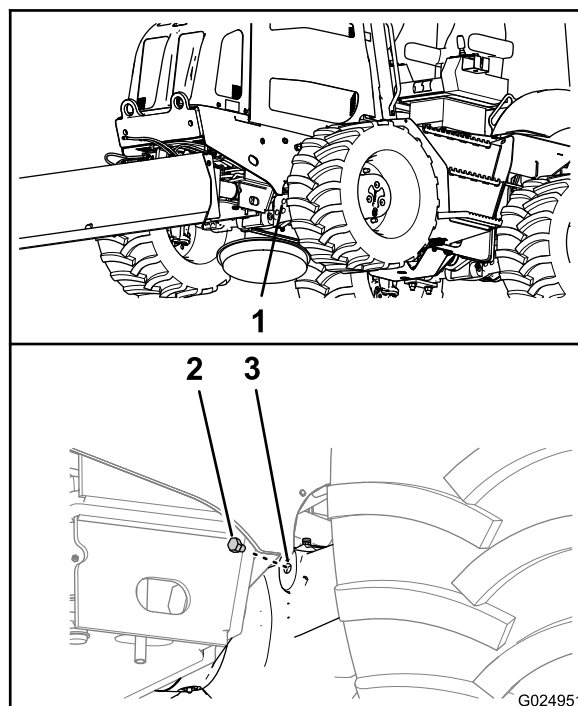
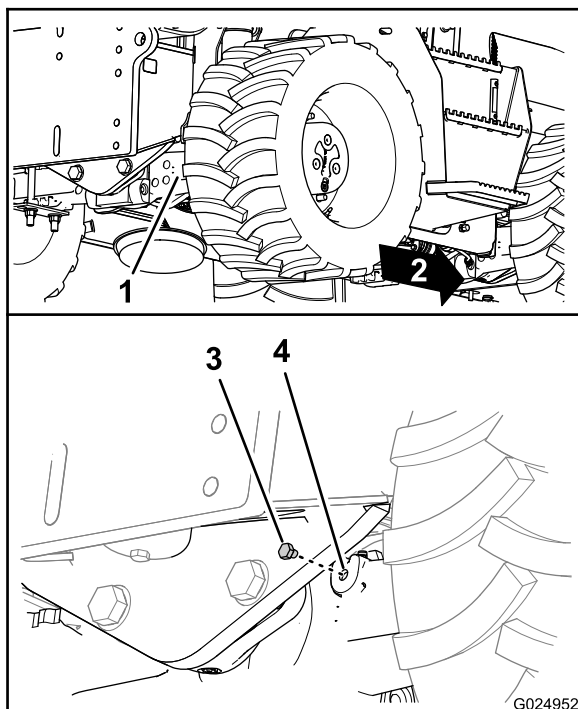

Figure 91
Figure 92
2. Enlevez les bouchons de l'orifice de contrôle dans le carter de pignons de pont (Figure 91 et Figure 92).
- Vérifiez par l'orifice de contrôle que le niveau d'huile dans le pont atteint le bas du filetage de l'orifice (Figure 91 et Figure 92).
- Revissez le bouchon dans l'orifice de contrôle du carter de pignons de pont (Figure 91 et Figure 92).